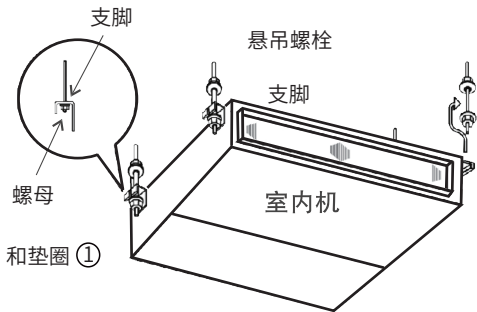

图6 吊装方法
(2) 安装室内机
如下图6，将左边托架安置于悬吊螺栓的螺母和垫圈①之上。